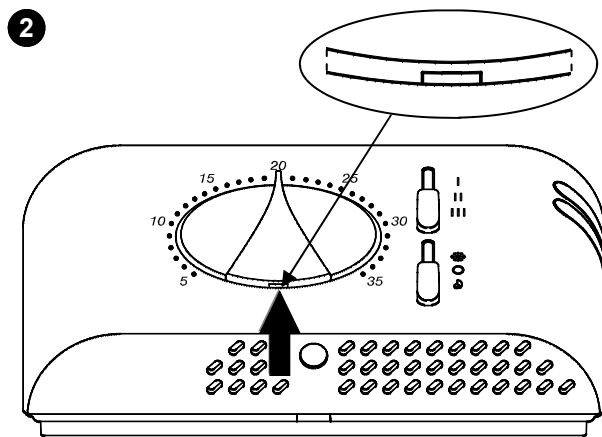

Fig. 3 - Abb. 3
- 2 Déplacer les deux glissières complètement vers le bas et placer le bouton rotatif sur 20°C ; soulever ensuite le bouton rotatif en faisant levier à l'aide d'un tournevis dans la fente prévue à cet effet et signalée par une flèche sur la Fig. 3, en faisant attention à ne pas griffer la calotte.
- Schieben Sie die Wahlschalter nach Unten und den Drehknopf auf 20°C. Jetzt entfernen Sie den Drehknopf mit einem Schraubendreher, wie in Abb. 3 dargestellt.